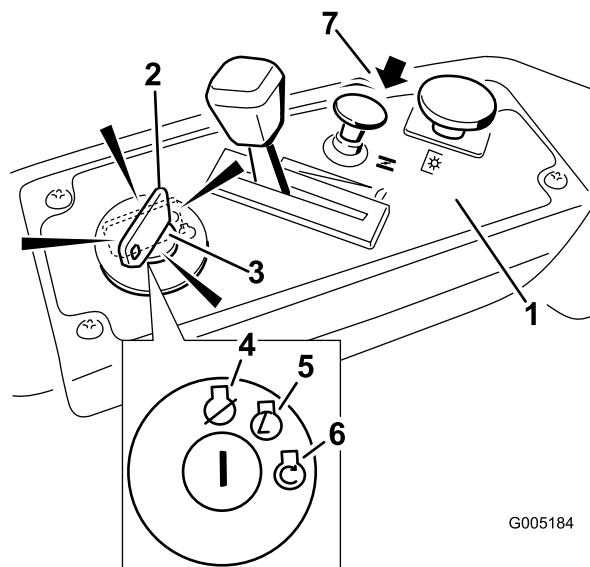

Figura 12
- Gire la llave de contacto a Arranque para activar el motor de arranque. Cuando el motor arranque, suelte la llave (Figura 12).
- Cuando el motor haya arrancado, empuje el control del estérter hacia abajo (Figura 12). Si el motor se cala o funciona irregularmente, tire hacia arriba del control del estérter y deje funcionar el motor durante unos segundos. Luego empuje el control del estérter hacia abajo. Repita este procedimiento tantas veces como sea necesario.
- Ponga el acelerador a un punto entre Rápido y velocidad media (Figura 12).